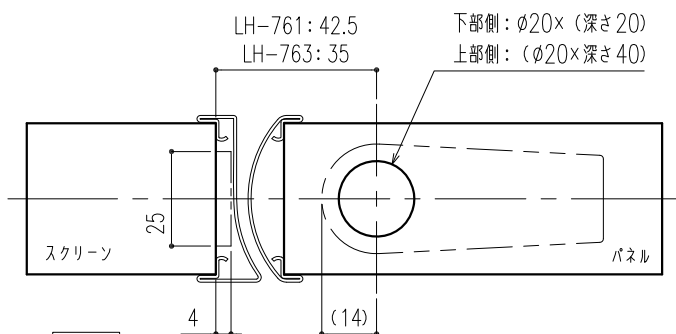

図3
② 扉側ブラケット取付け
- 図3を参考に、パネルの上下面へケガキ・穴加工を行いません。